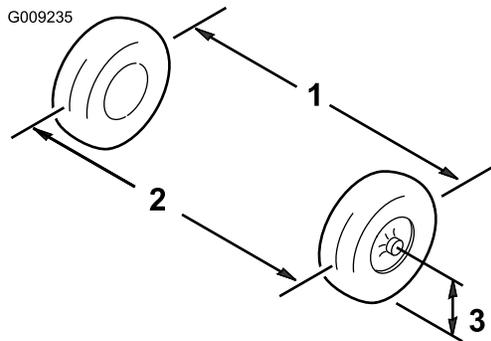

Figura 62
- 6. Mida la distancia entre los neumáticos delanteros a la altura del eje, en la parte delantera y trasera de las ruedas (Figura 62).